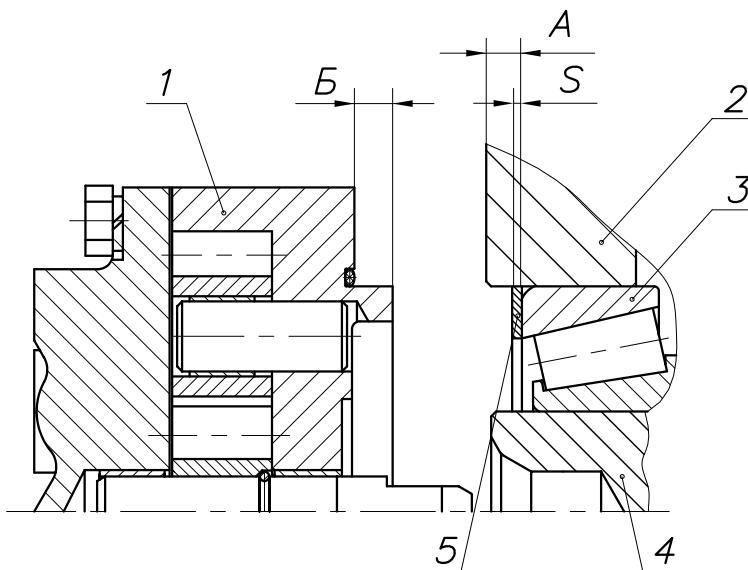

Рис. 27:
5.1. Установить в расточку картера коробки передач наружное кольцо переднего подшипника промежуточного вала, после чего замерить абсолютную величину размера А (между торцами картера и наружным кольцом подшипника) рис. 27. При этом, наружное кольцо заднего подшипника промежуточного вала должно быть плотно (под усилием собственного веса вала) прижато к торцу проставки демультиплексатора, а наружное кольцо переднего подшипника - к роликам. Перед замером промежуточный вал провернуть не менее пяти оборотов.